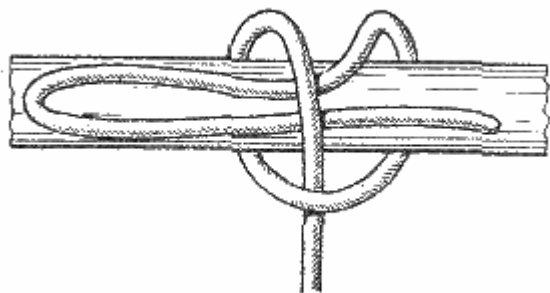

Рис. 99. Шлюпочный узел
**Шлюпочный узел** (рис. 99). Применяется при буксировке шлюпок и во время их стоянки под выстрелом у борта корабля только в тех случаях, когда в них находятся люди. Сначала ходовой конец фалиня пропускают в носовой шлюпочный рым, потом — под первую банку, далее обносят сверху вокруг второй банки, выводят конец над тросом и вновь ведут под банкой, затем конец